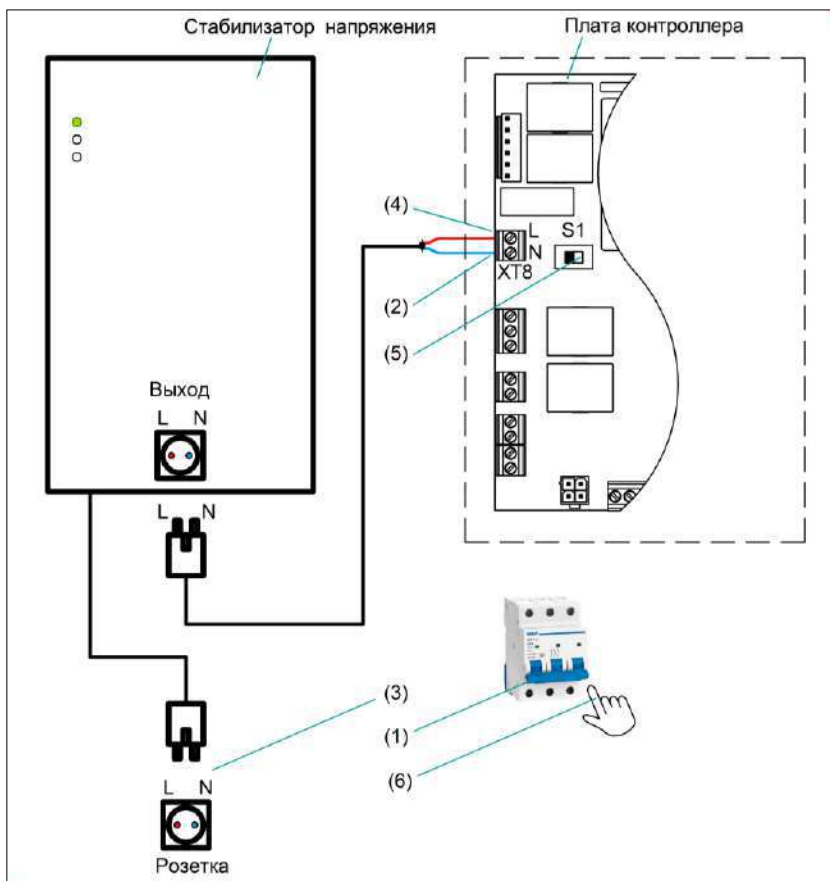

Рисунок 28. Схема подключения стабилизатора напряжения
- (1) Отключить общий автоматический выключатель.
- (2) Смонтировать переключатель фаз согласно рис. 28.
- (3) Подключить стабилизатор к сети.
- (4) Включить автоматический выключатель.
- (5) Убедиться в наличии фазы на верхнем контакте колодки XT8 платы контроллера.
- (6) Перевести переключатель S1 из правого положения в левое положение.